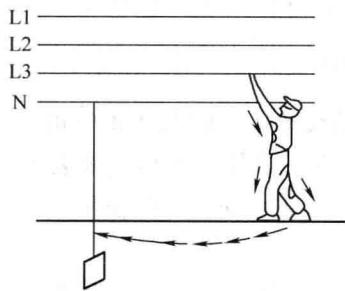

图1-21 单相触电
(1) 单相触电 当人体某一部位与大地接触，另一部位与一相带电体接触所致的触电事故称为单相触电，如图1-21所示。